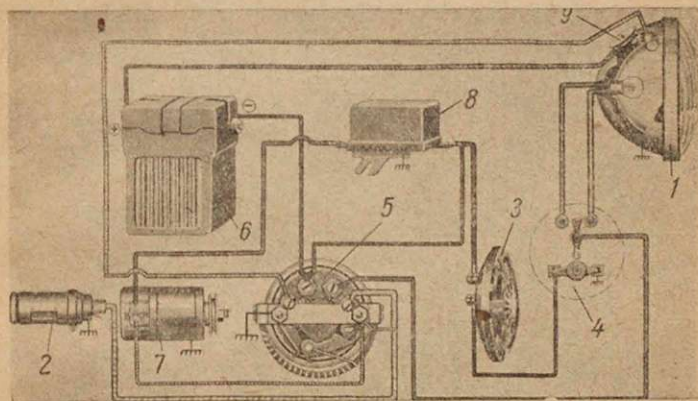

Рис. 29.
Приборы и схема. Система электрооборудования состоит из ряда приборов, служащих для освещения и сигнализации. Схема электрооборудования представлена на рис. 29. Фара (1) снабжена двумя лампами. В центральном патроне имеется двухнитевая лампа мощностью 32×21 свечи, назначение которой — освещать дорогу при ночной езде. Малая лампа, мощностью 3 свечи, помещенная в верхнем патроне фары, служит для предупреждения встречных экипажей на стоянке (так называемый «стояночный свет»).